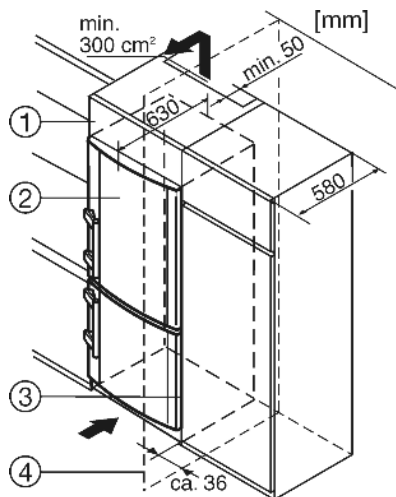

Fig. 12
- (1) Дополнительный шкафчик
- (2) Устройство
- (3) Кухонный шкаф
- (4) Стенка
Устройство может быть окружено предметами кухонной обстановки. Чтобы уравнивать устройство Fig. 12 (2) по высоте с кухонной стенкой, можно установить над устройством соответствующий дополнительный шкафчик Fig. 12 (1).
При комбинировании с обычными кухонными шкафами (глубина макс. 580 мм) устройство можно установить непосредственно рядом с кухонным шкафом Fig. 12 (3). Дверца устройства выступает по сторонам на 34 мм и по центру устройства на 50 мм относительно передней стенки кухонного шкафа. Поэтому ее можно свободно открывать и закрывать.
Если устройство установлено на шарнирах у стены *Fig. 12 (4)*, то расстояние между устройством и стеной должно быть не менее 36 мм. Настолько выступает ручка при открытой дверице.